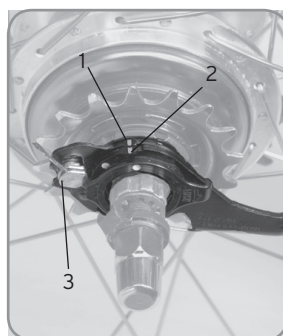

Figure 23. Galet et support du joint de pignon
2. Alignez l'indicateur du galet du moyeu arrière (figure 23) avec le support du joint de pignon.